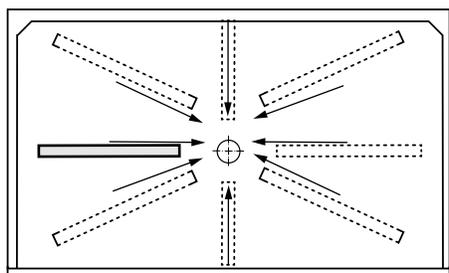

Figura 7
- 3** Coloque un nivel como se muestra en la Figura 7 y verifique que hay pendiente hacia el desagüe.